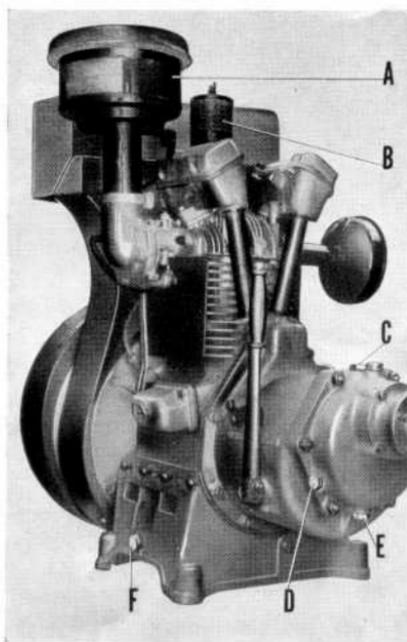

Fig. 19
- Vérifier le niveau d'huile du carter de réduction qui doit affleurer le filetage du bouchon de niveau (fig. 19). Compléter au besoin avec la même huile que celle employée pour le moteur.